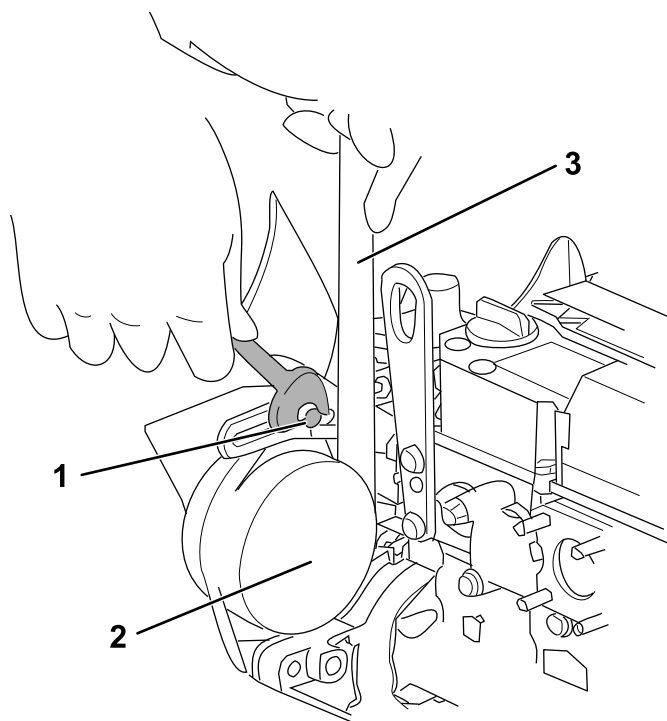

Figura 71
3. Allentate i bulloni di regolazione e i dadi, quindi spostate la cinghia usando una chiave per regolare la cinghia alla tensione corretta (Figura 71).
4. Serrate i bulloni di regolazione e i dadi (Figura 71).